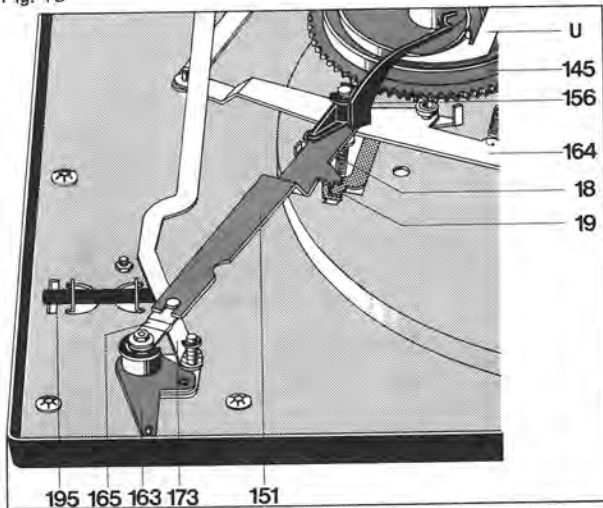

Fig. 14
In Nullstellung des Kurvenrades soll zwischen Kontaktfedern (F) und Kurzschlußleisten (L) ein Kontaktabstand von ca. 0,5 mm vorhanden sein. Erforderlichenfalls Kurzschlußleisten biegen. Kontaktfeder mit geeignetem Pflegemittel einsprühen (Fig. 14).